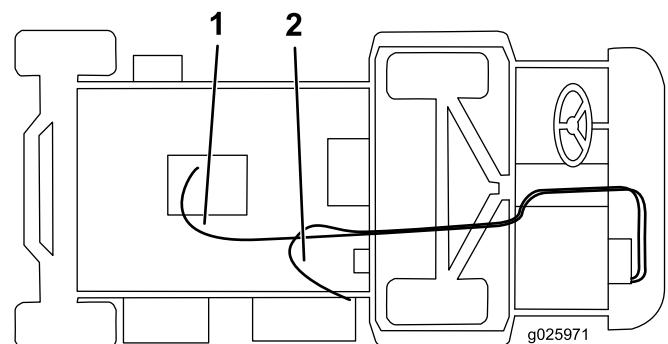

Bild 9
5. Schließen Sie den langen Schlauch mit einer Schlauchklemme am Heizungsventil an und verlegen ihn unter der Maschine, über die Achse zum geraden Anschlussstück (Bild 9).
6. Schließen Sie den kurzen Schlauch mit einer Schlauchklemme am weißen Füll-T-Stück an, verlegen ihn durch die R-Klemme zur Heizungshalterung, und schließen Sie dann das T-Anschlussstück mit einer Schlauchklemme am unteren Kühlerschlauch an (Bild 9).